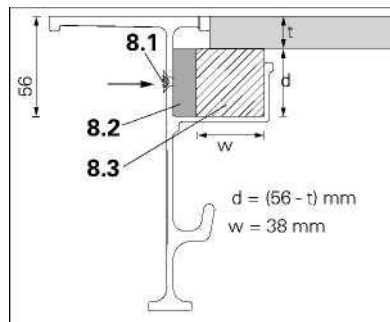

Fig. A6.02
1. Formar a laje com o painel ADP (1) na medida do possível, consultar a seção "A4 Cofragem" na página 37.
- A bastidor ADF (8) é compatível com a espessura de contraplacados (t) de 12 mm a 18 mm variando o tamanho do inserto de madeira (8,3). (Fig. A6.02)
- Tamanho de compensação até 60 cm e o número dos bastidores (12) dependem da espessura da laje e do tipo de contraplacado (E-modulus e direção do grão). Deve ser verificado pela empresa contratante.
- Usar um Parafuso torx 6 x 40 mm (8.1) artigo nº 024540 para fixar o inserto de madeira (8.3) com gaxeta de 12 mm (8.2) a cada 60 cm de centro ao centro. (Fig. A6.02)
- A inserção de madeira (8.3) não está incluída no bastidor ADF (8).